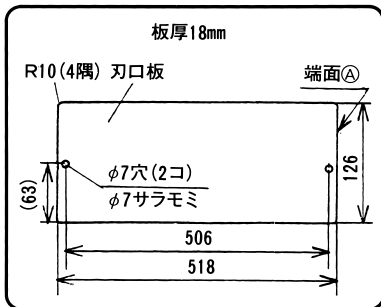
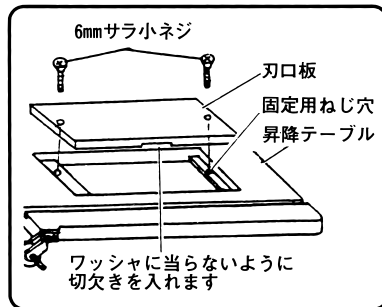
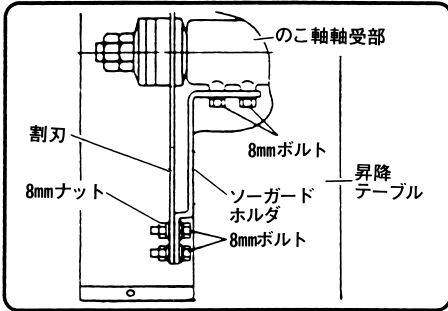

図 32
図 33
図 34
- (1) 昇降テーブルの刃口部に合わせて刃口板を準備します。(図32)
- (2) 昇降ハンドルを右にまわし昇降テーブルを一番上に上げます。
- (3) のこカバーをあげ付属の両口スパナ(13mm)でソーガードホルダをはずします。(図34参照)
- (4) 別売部品のチップソーを別途お買い求め、のこ軸に取付けます。(31ページ「のこ刃の取付け・取りはずし」の項参照)
- (5) 刃口板を付属の6mmサラ小ネジで昇降テーブルに取付けます。(図33)
- (6) のこ刃をまわし、昇降テーブルを下げながら刃口板にのこ溝をいれます。
- (7) 刃口板をはずし割刃が入るように手のこで端面④(図32参照)から50mmの寸法になるよう溝を長くします。
- (8) 再度刃口板を昇降テーブルに取り付けます。
- (1) ソーガードホルダに割刃を8mmボルトと8mmナットで取付けます。(図34,35)